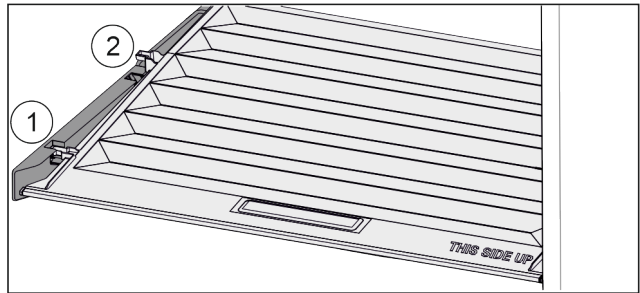

Fig. 44
- Deksel tot de opening in de vasthoud delen naar voren trekken Fig. 44 (1).
- Aan de achterkant vanaf de onderkant omhoog tillen en vanaf de bovenkant verwijderen Fig. 44 (2).